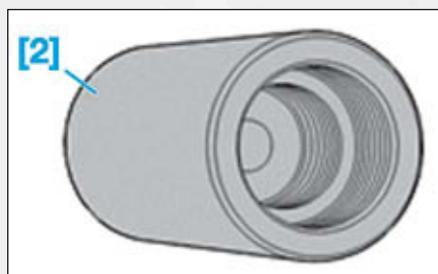

FIG.8
- [2]. Manchon fileté d'extraction de fusée (réf. 4083-T/0410-A) (Fig.8).